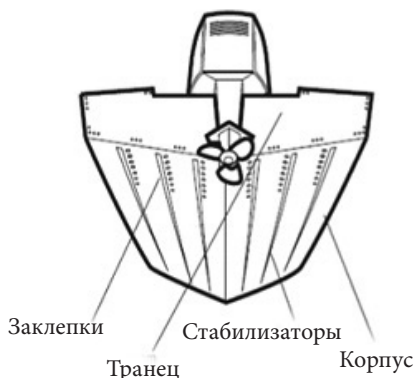

Рис. 9
- Лучший способ определить место, свободное от турбулентности, посмотреть на транец во время движения. Этот метод рекомендован для скоростных лодок. Если это невозможно, выберите место на транце, где корпус перед ним ровный, гладкий, плоский и свободен от выступов ребер (рисунок 9).